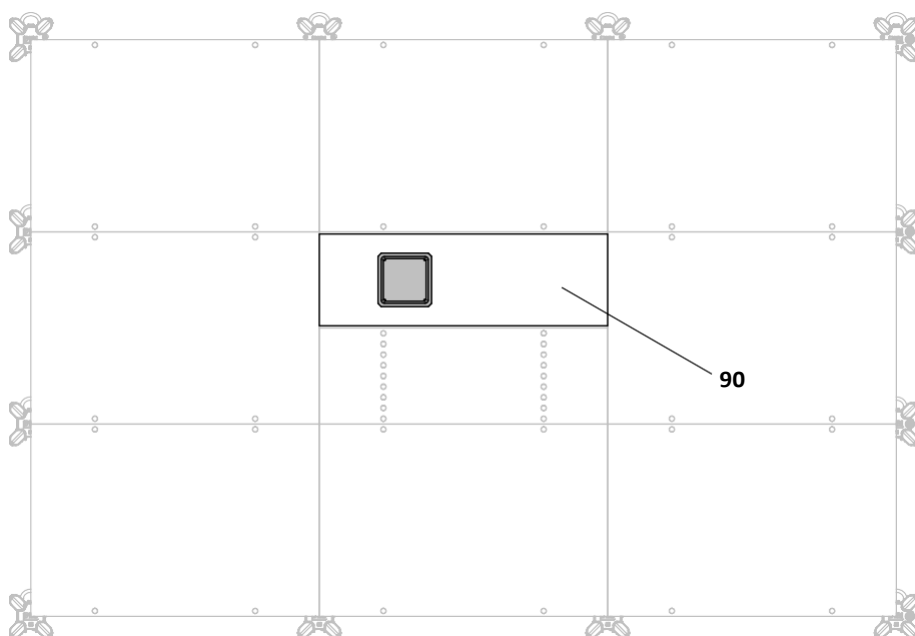

Fig. D3.09
10. Равномерно запълнете областта за изкърпване с вложки 18 mm (90), и ги заковете отгоре на бичметата с пирони. (Fig. D3.09)